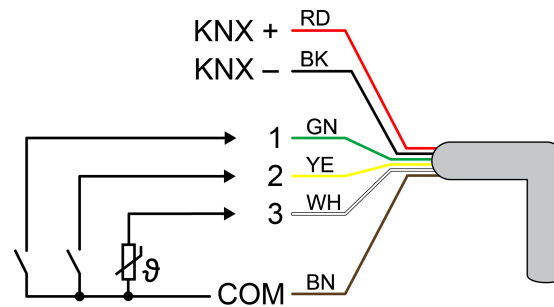

Figura 2: Configurazione collegamento linea di comando (esempio)
- Se necessario, collegare contatti privi di potenziale o sensori di condensa/perdite sull'ingresso 1...3 o ai sensori di temperatura NTC sull'ingresso 3 (Figura 2).